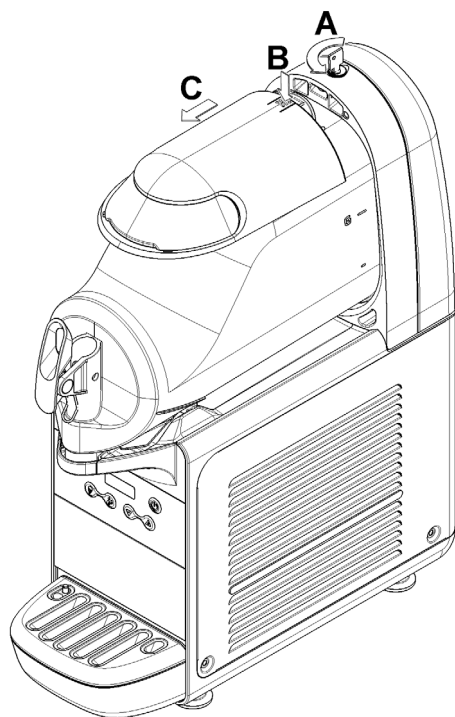

figura 2
Si la máquina dispone de cerradura para el cierre de seguridad de la tapa, girar la llave en el sentido contrario al de las agujas del reloj y desbloquear la tecla de apertura (ver figura 2).
**1** Para quitar la tapa del recipiente, pulsar la tecla superior B y deslizar la tapa C hacia la parte anterior del recipiente. Si la máquina dispone de cerradura para el cierre de seguridad de la tapa A, girar la llave en el sentido contrario al de las agujas del reloj y desbloquear la tecla de apertura (ver figura 2).